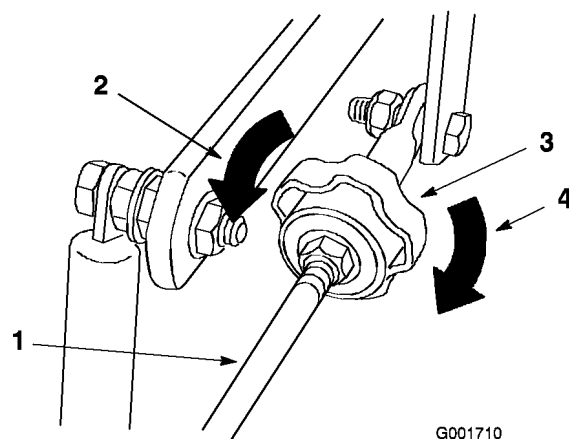

Figure 48
4. Pour que la machine tire à droite, tournez le bouton vers la droite de la machine (voir Figure 48).
5. Pour que la machine tire à gauche, tournez le bouton vers la gauche de la machine (voir Figure 48).